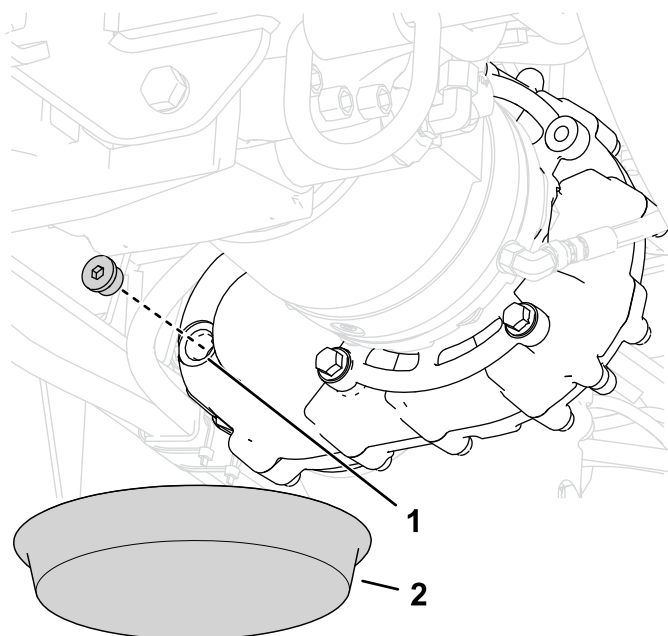

Figure 113
1. Placez un bac de vidange sous la boîte d'engrenages (Figure 113).
2. Retirez le bouchon du regard (Figure 113).